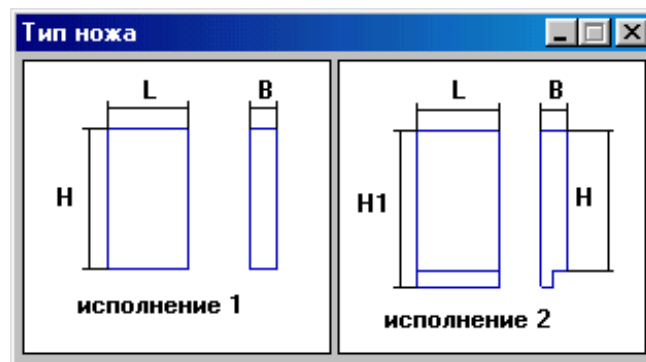

Рисунок 1.78 – Слайдове меню типу ножа
- зі слайдового меню (рис. 1.78). вибирається тип виконання ножа;